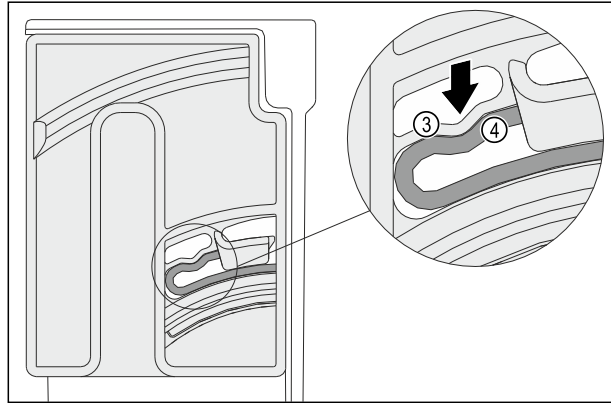

Fig. 147
- Elastisches Element Fig. 147 (3) der Dreheinheit rastet hörbar in der Rundform der Rippe Fig. 147 (4) ein.